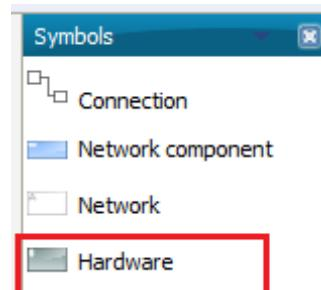
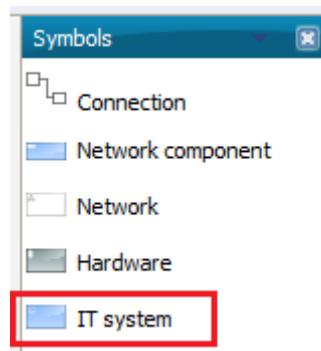

Рисунок 4.5
Рисунок 4.6
5. В область объекта «Отдел сбыта» поместить объект «Hardware» (рисунок 4.5), назвав его «Рабочая станция сотрудника отдела сбыта», в область которого, в свою очередь, необходимо поместить следующие объекты «IT system» (рисунок 4.6):